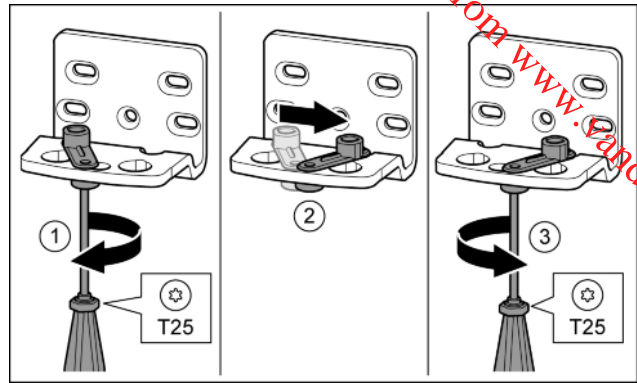

Fig. 12
- ▶ Schroef met de schroevendraaier T25 los draaien. Fig. 12 (1)
- ▶ Deursluit hulp optillen en 90° naar rechts in de opening draaien. Fig. 12 (2)
- ▶ Schroef met schroevendraaier T25 vastschroeven. Fig. 12 (3)